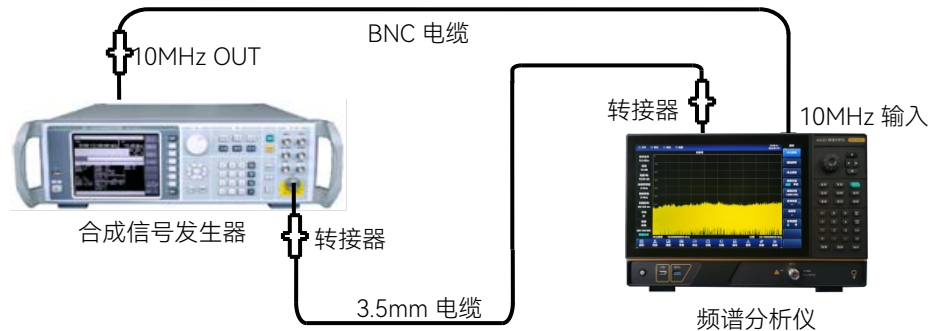

图 15.8 边带噪声测试示意图
1) 如图 15.8 连接测试仪器，合成信号发生器为频谱分析仪提供频率参考；